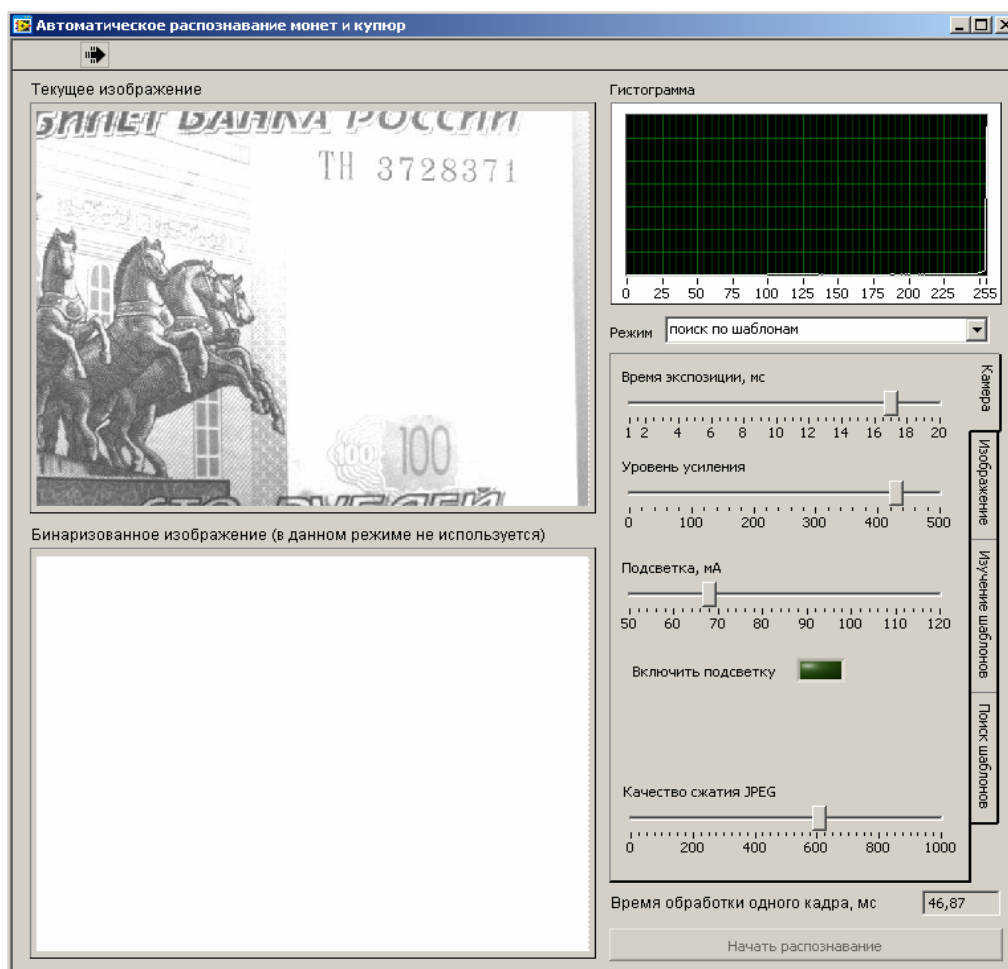

Рис. 6.3. Окно программы «Автоматическое распознавание монет и купюр»
1. Запустите программу «Распознавание образов» (рис. 6.3).